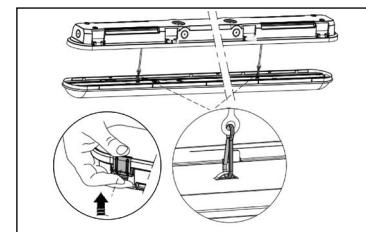

Рис. 3
5.9 Отщелкните все клипсы по очереди, придерживая оптический модуль. После того, как все клипсы будут отщелкнуты, плавно опустите оптический модуль. Модуль повиснет на страховочных тросиках (рис. 3).